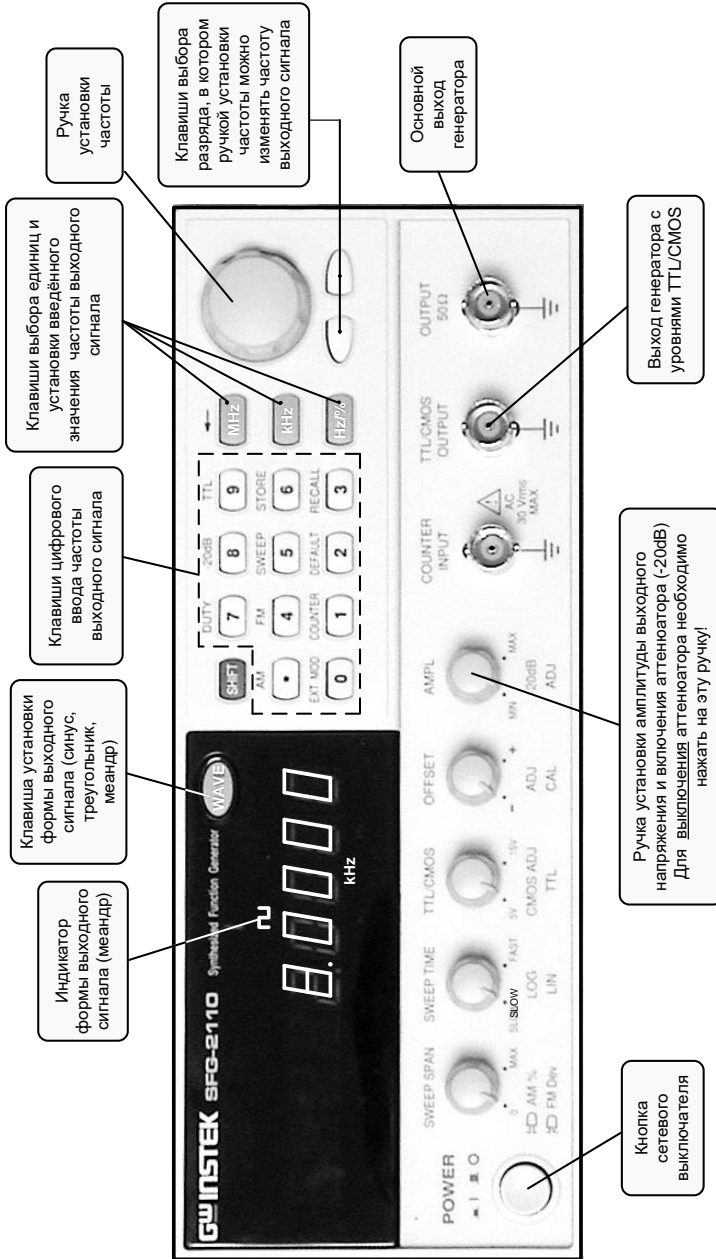

Рис. 401.4. Основные органы управления генератора SFG-2110
3. Установить на генераторе SFG2110 (рис. 401.4) ручку «AMPL» (АМПЛИТУДА) в крайнее правое положение, вращая её по часовой стрелке. Эта ручка должна находиться в нажатом положении. Генератор будет выдавать максимальное напряжение на выходе «OUTPUT» (ВЫХОД) (~10 В).